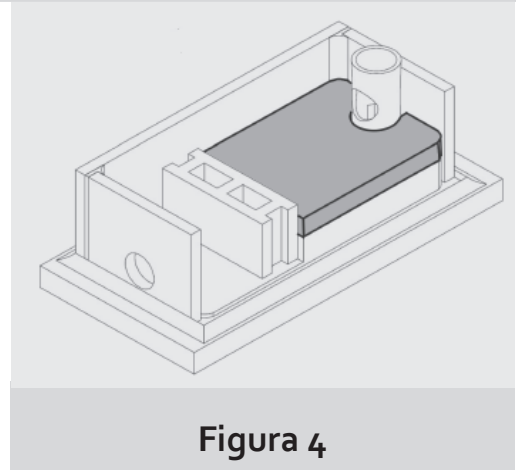

Figura 4
**#7** Añada mas tierra hasta una nivel aproximadamente .5 pulgada debajo de la abertura circular de la parte de la chimenea. Compacte la tierra. **(Figura 4)**